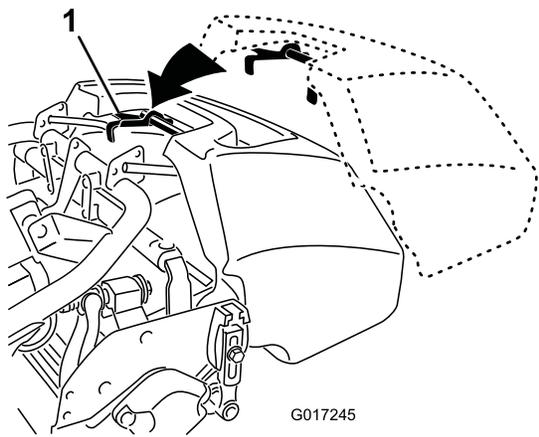

Figura 19
1. Agarre no cesto pela pega (Figura 19).
2. Oriente o rebordo do cesto entre as placas laterais da unidade de corte e sobre o rolo frontal (Figura 19).
3. Instale os ganchos do cesto por cima do arco da estrutura (Figura 19).